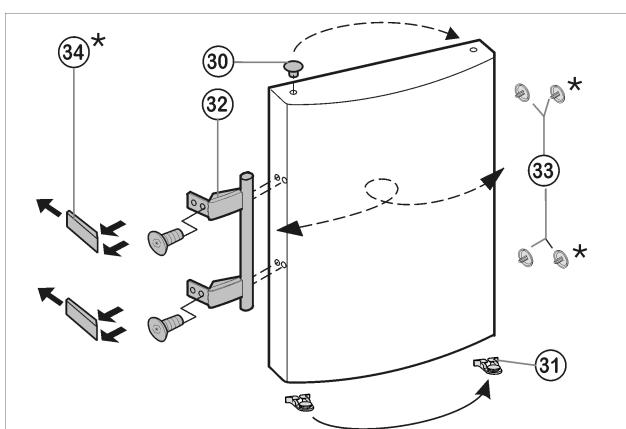

Fig. 7
- ▶ Wyciągnąć wkładkę Fig. 7 (33) z zawiasu drzwi i przełożyć na drugą stronę.
- ▶ Zdemontować uchwyt drzwi Fig. 7 (32), zatyczki Fig. 7 (33) oraz płytka dociskowa\* Fig. 7 (34) i przełożyć je na przeciwną stronę.